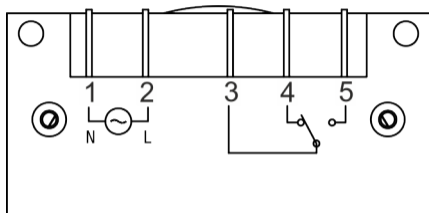

Fig. 8: Schema di allacciamento attuatore (ricevitore)
3. Inserire le linguette di collegamento (piatte DIN 6,3) nel capocorda corrispondente secondo lo schema di allacciamento (Fig. 8).